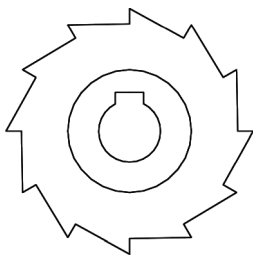

图 5-40 铣刀图形
绘制如图 5-40 所示的铣刀图形。
5) 删除内切圆，完成图形绘制，如图 5-40 所示。